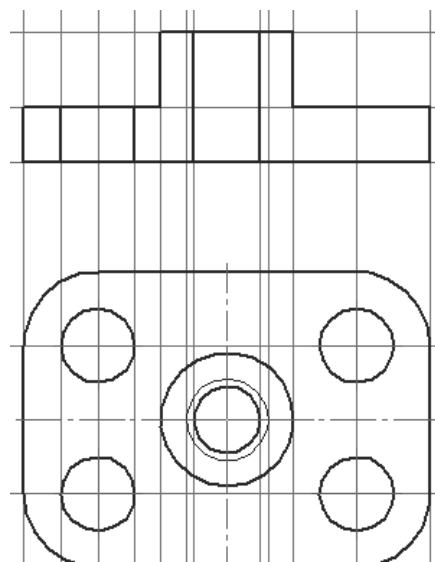

Рис. 78
6. Построение контура главного вида провести с помощью инструмента *Нерывный ввод объекта*  (рис. 78).